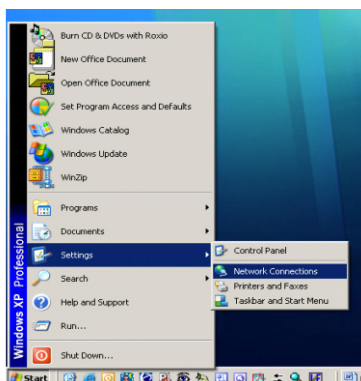

Figure B-4 : Accès à l'écran Connexions réseau
- Sous Windows, cliquez sur **Démarrer | Panneau de configuration | Connexions réseau** (Figure B-4).